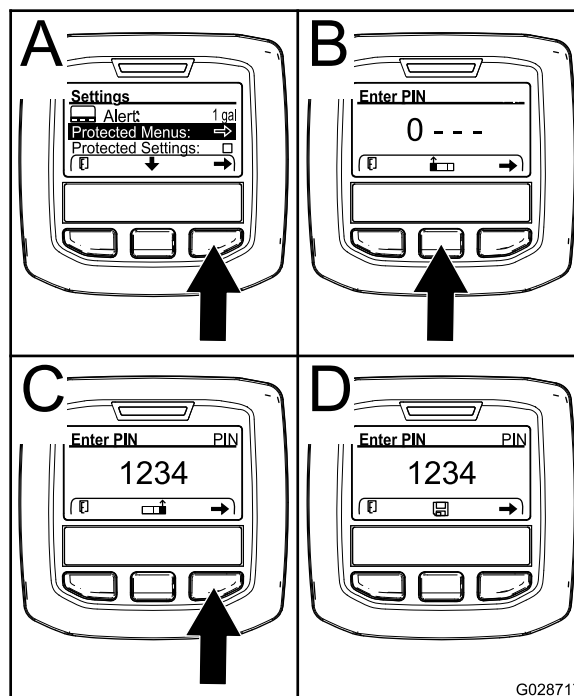

Рисунок 72
4. Нажмите правую кнопку выбора, чтобы выбрать Protected Menus (Защищенные меню) (Рисунок 72А).
- Нажмите среднюю кнопку выбора (Рисунок 72А), чтобы увеличить цифровое значение (от 0 до 9).
- Нажмите правую кнопку выбора (Рисунок 72С), чтобы переместить курсор на позицию следующей цифры вправо.